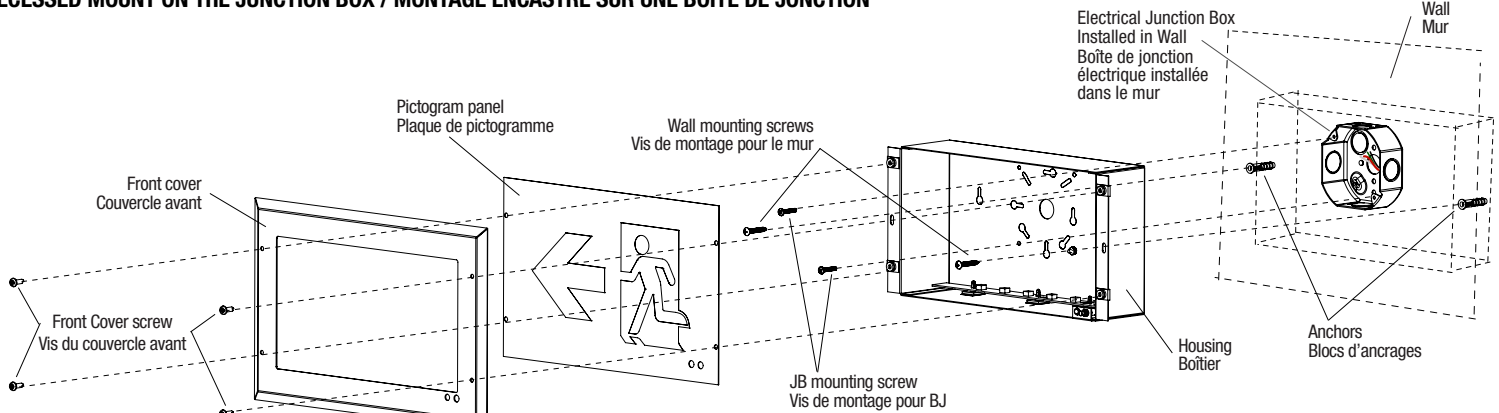

Fig. 1
3. Remove the front cover and the pictogram panel by unscrewing the four (4) screws (Fig. 1).
4. For installation directly over on an electrical junction box, the sign is supplied with universal spider knockouts stamped into the back housing (Fig. 1). Knock out the appropriate holes for junction box screws installation and for electrical wires connection. Bring wires through the hole and outside the sign.
7. Mount the sign securely into place on the junction box, using the two (2) screws. Use the other two (2) mounting screws and anchors to fix the unit on the wall (Fig. 1).
8. Slide the faceplate "RUNNING MAN" fibre into the sign frame, then install it together with the front cover using the four (4) screws as shown in Fig. 1.
3. Retirer le couvercle avant et le panneau du pictogramme en dévissant les quatre (4) vis (Fig. 1).
7. Monter l'unité de façon sécuritaire en place sur la boîte de jonction en utilisant les deux (2) vis. Utiliser les autres vis de montage et les ancrages pour fixer l'unité dans le mur (Fig. 1).
8. Glisser le pictogramme "RUNNING MAN" dans le cadre de l'enseigne et l'installer ensemble avec le couvercle avant en utilisant les quatre (4) vis comme montré dans la Fig. 1.